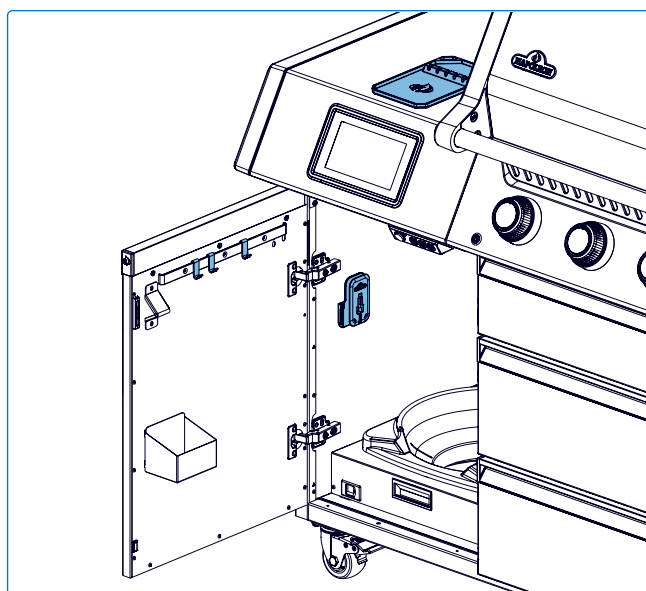

Fig. 9
- Utilice los compartimentos de almacenamiento de sondas en el estante lateral al preparar la cocción. Desenchufe las sondas y llévelas al interior cuando no las use para protegerlas de los elementos **(Fig. 9)**.